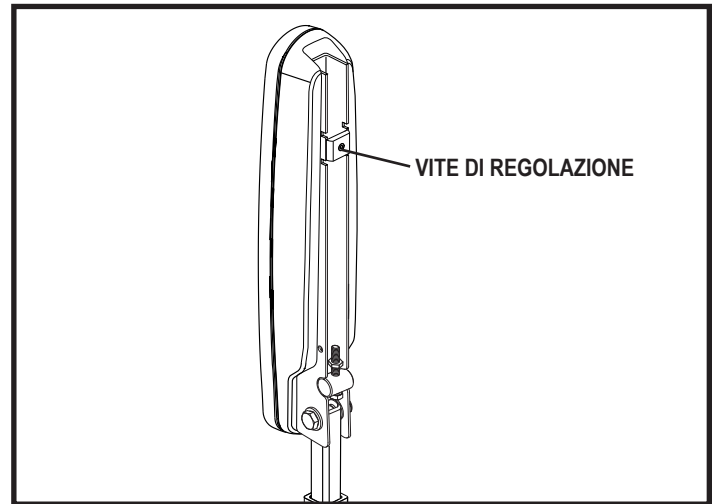

Figura 12. Parte inferiore del bracciolo
3. Allentare la vite di fissaggio sul supporto del joystick. **Vedere figura 12.**
5. Allentare la vite di fissaggio sulla parte inferiore de ogni bracciolo. **Vedere figura 12.**